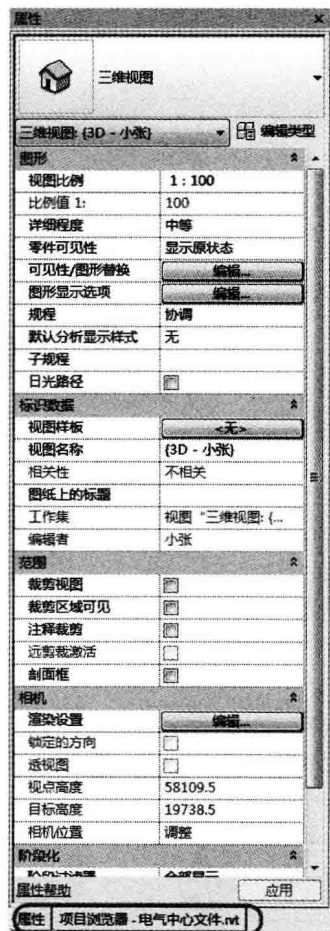

图 1-7
① 可固定窗口可以移动并调整大小，也可使窗口浮动或固定。
② 固定窗口与相邻的窗口和工具栏共享一个或多个边。如果移动共享边，这些窗口将更改形状，可以根据需要将窗口停靠和在屏幕上的任意位置。
③ 窗口分组是让多个窗口在屏幕上占据相同空间的一种方法。对窗口进行分组之后，每个窗口都由组底部的选项卡表示，见图 1-7，“项目浏览器 - 电气中心文件.rvt”和“属性”选项板已进行分组。
④ 取消固定的窗口会与应用程序窗口分离。这些窗口可以调整大小及进行分组，通过双击窗口的标题栏可以对该窗口快速固定和取消固定。